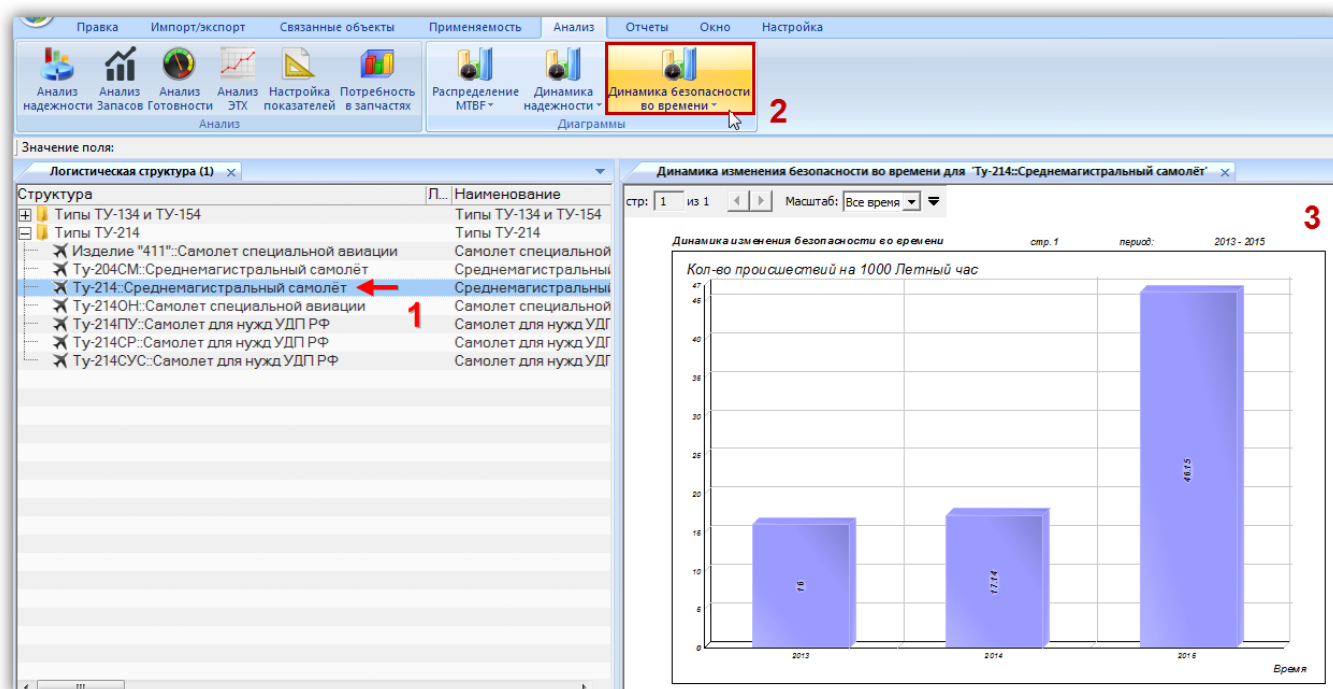

Рис. 13-442 – Построение диаграммы по безопасности
- 4) В отдельном рабочем окне отображается диаграмма по безопасности (3 на рис. 13-442). Краткое описание инструментов панели «Файл» для диаграмм приведено в пункте 5.4.7 «Панель «Диаграммы»», стр. 62.